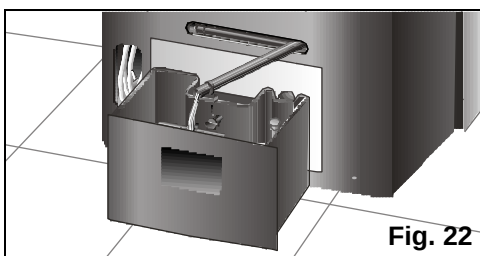

Fig. 22
- ❑ Svuotate prima l'acqua di condensa che ci può essere nel serbatoio interno, sfilando dalla sua sede il tubo di scolo dell'acqua e smontando il tappo - **Fig. 22** - per evacuare l'acqua prodotta. All'avvenuto svuotamento del serbatoio, non dimenticate di collocare tappo e tubo nelle loro sedi.